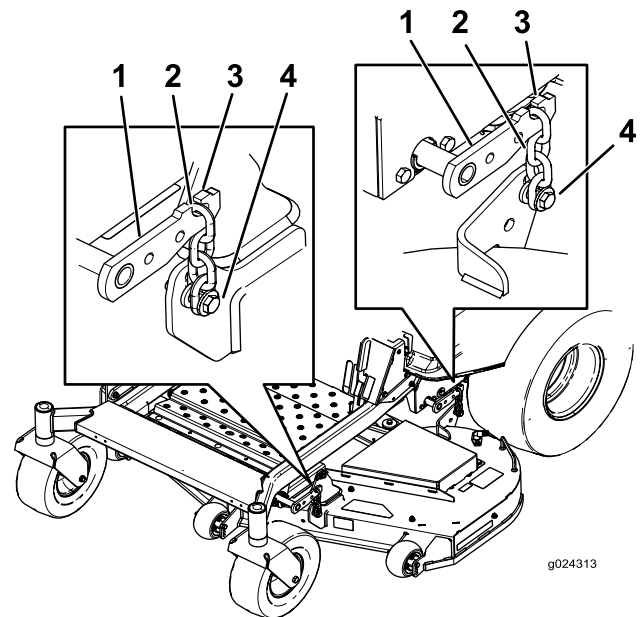

Figure 66
- Détachez les chaînes des crochets sur les bras de levage du tablier (Figure 66).
- Soulevez l'arrière du tablier de coupe et accrochez les chaînes aux bras de levage arrière (Figure 66).
- Accrochez les chaînes avant aux bras de levage avant (Figure 66).